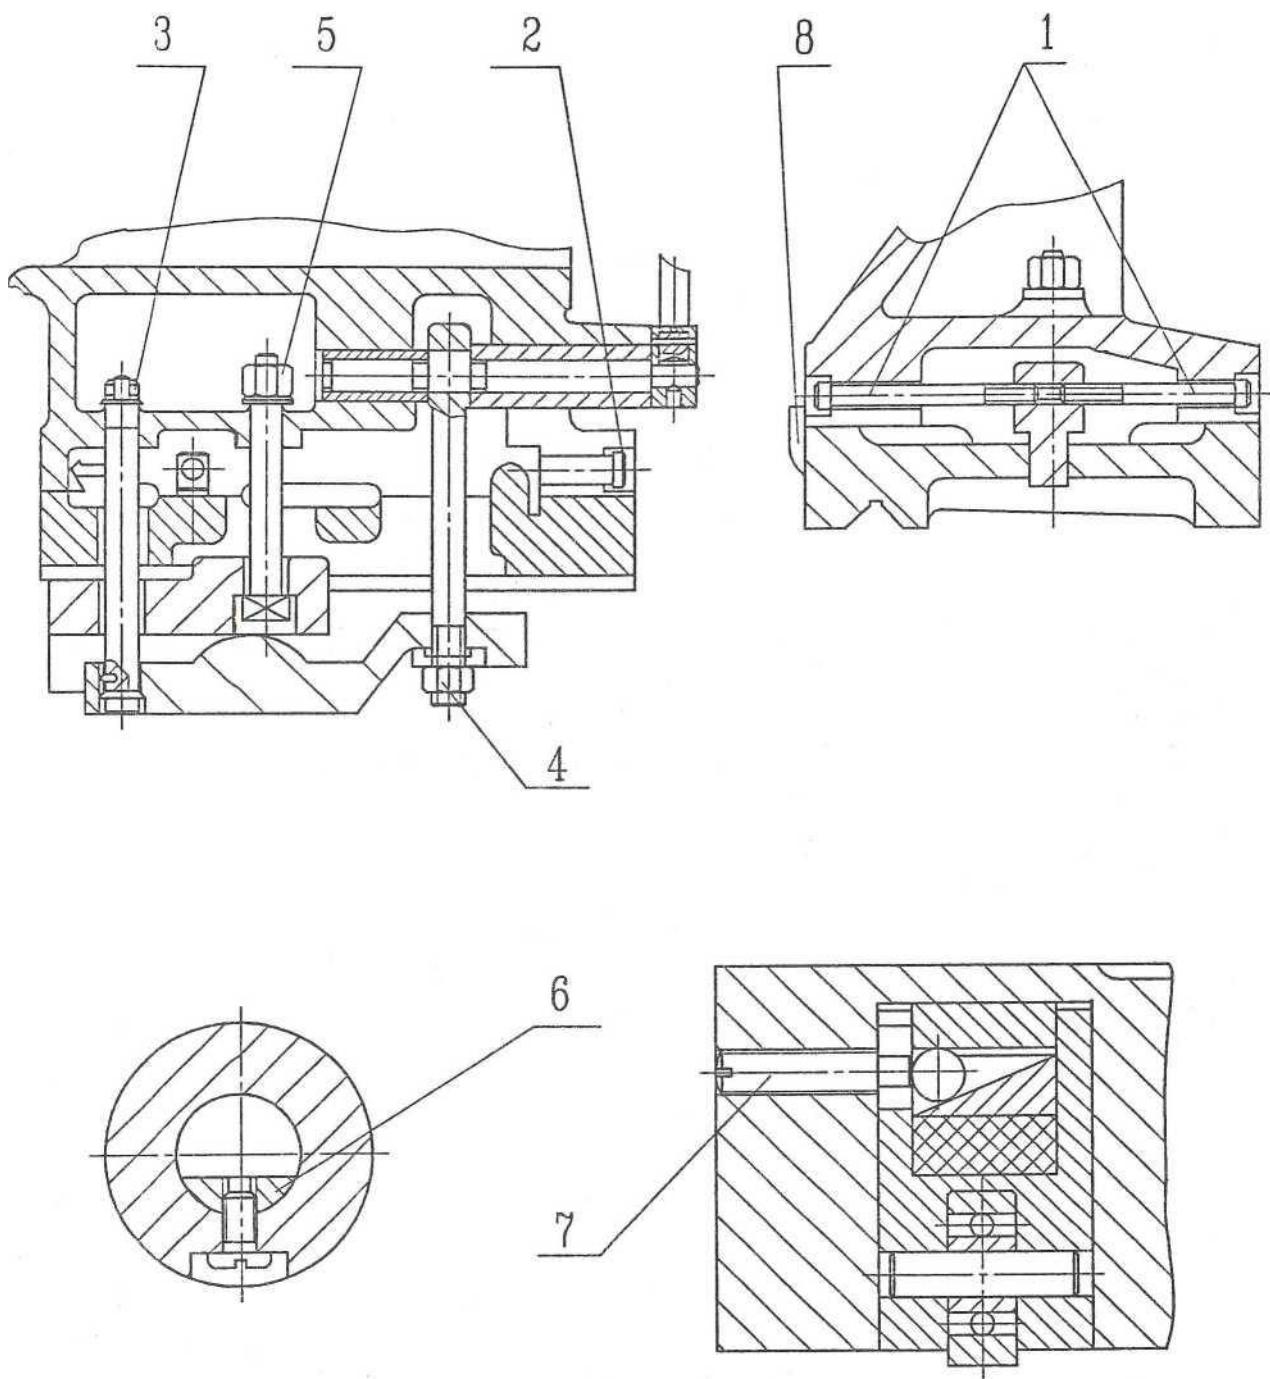

Рис. 17. Регулировка задней балки
В нижней части зенкерной втулки задней бабки на станке установлены стопорные блоки инструмента (6), которые должны предотвращать вращение инструмента при зенковке, а также горизонтальное смещение задней бабки, подпираемой односторонней направляющей. Положение переключения регулируется болтом (1). Ослабьте давление и нажмите на винт (2), добавьте дополнительное давление после регулировки (рис. 17) и выровняйте зажимную часть (8) во время восстановления.